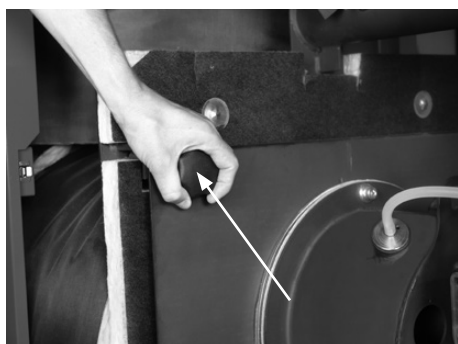

Fig. 09
10. Ouvrir la porte de la chambre de combustion (2 poignées étoiles BioLyt (50), 4 poignées étoiles BioLyt (70,75) Fig. 09). S'assurer que toutes les pièces sont suffisamment refroidies! Porter des gants de protection.